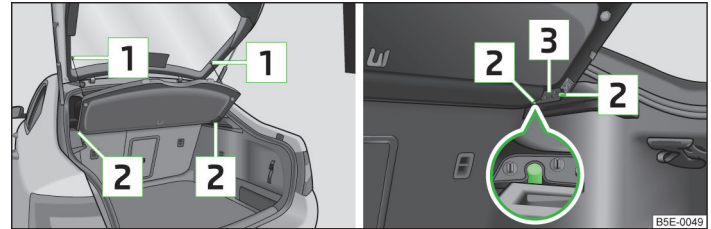

Abb. 84 Gepäckraumabdeckung ausbauen / einbauen
- › Die Haltebänder **1** » Abb. 84 aushängen.
- › Die Aufnahmen an der Abdeckung **3** » Abb. 84 über die Halterungen **2** an der Seitenverkleidung stellen.
- Die Aufnahmen der Abdeckung [3] » Abb. 84 müssen in den Halterungen der Seitenverkleidung [2] eingerastet sein.